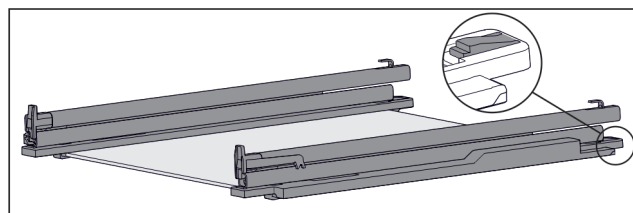

Fig. 52 Skleněná deska s kolejničkami a přídržnými díly
- Přídržný díl vzadu stlačte dolů (viz Fig. 52) a současně zasuňte kolejničku dozadu.